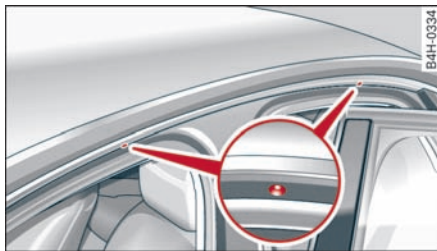

图 84 用于车顶行李架的固定点
- 在安装行李架时请注意，它们只能安装在车顶上的规定位置 ⇨ 图 84。